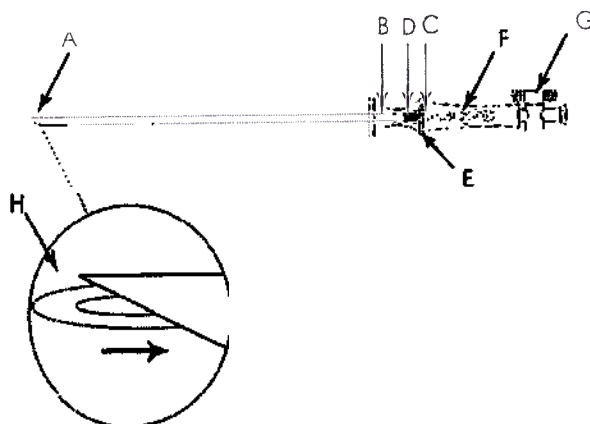

Рис.1 Общий вид изделия
Игла состоит из следующих частей (рис.1):
4. Проверьте в рукоятке (E) (см. рис.1) смену цветовых индикаторов с зеленого при тупом стилете (H) на красный при остром крае. Это действие указывает на втягивание тупого стилета и оголение острого края иглы для проникновения. При прохождении через мягкие ткани стилет втягивается (индикатор красный), при попадании в полость стилет автоматически продвигается вперед иглы, делая ее атравматичной (индикатор зеленый). Цветовая маркировка помогает определить закрытие и открытие кончика иглы. После попадания в полость, тупой стилет вернется в исходное положение (индикатор зеленого цвета) – это указывает о закрытие острого края иглы тупым стилетом.
5. Закройте, откройте и снова закройте 2-ходовый кран (G), чтобы убедиться, что все работает должным образом. Кран закрыт, когда его крылья находятся в поперечном положении к продольной оси иглы.